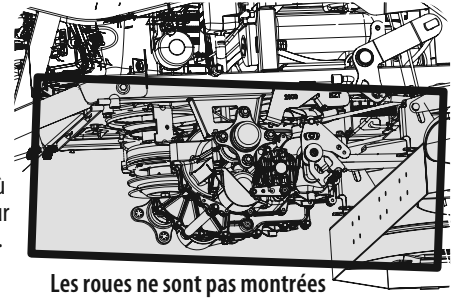

Figure 35
- Gardez l'essieu ainsi que la partie autour de la transmission et du ventilateur propres. Voir Figure 35.